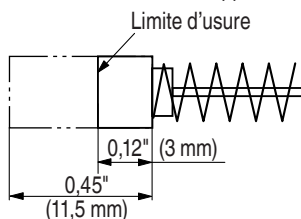

Fig. 12
4. Contrôle des balais en carbone (Fig. 12)